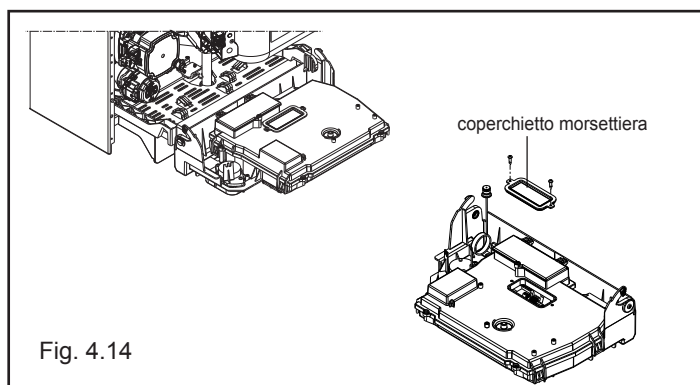

Fig. 4.14
- sollevare, quindi ruotare il cruscotto verso di sé (fig.4.14)
- rimuovere il coperchietto morsettiera agendo sulle viti di fissaggio (fig. 4.14)